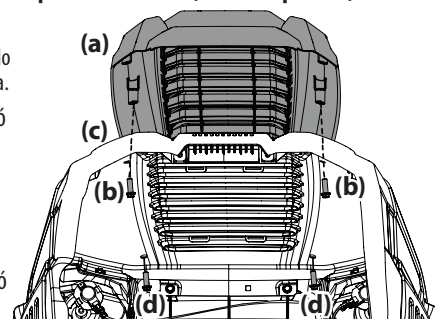

Figura 5
2. Asegure la tapa del capó atornillada (a) desde abajo, ajuste a mano los tornillos (b) que están en la mitad trasera del capó y luego apriete los tornillos con firmeza. Consulte la Figura 5.
- Con los tornillos traseros en su lugar, alinee los orificios de la tapa del capó (a) con los orificios del capó (c) y fije en su lugar con los restantes dos tornillos (d). Consulte la Figura 5.